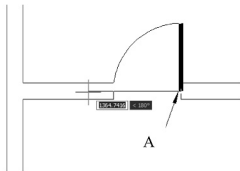

图 2.89 确定圆弧的长度
(12) 在指定圆弧的端点或 [角度(A)/长度(L)]: 提示下, 打开【正交】功能, 将光标水平向左拖动(图 2.89), 在任意位置单击, 确定逆时针绘制的 1/4 个圆弧。